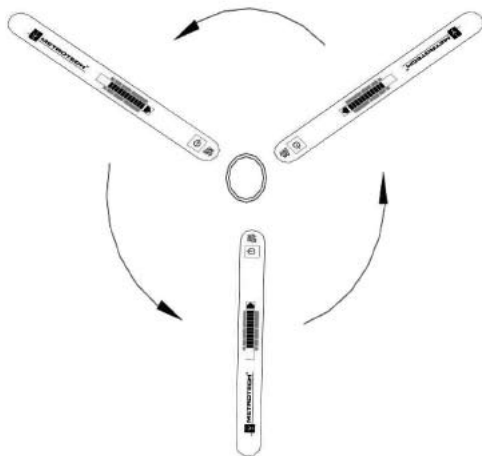

Figura 7-2: Confirmación de fallos
4. Coloque la otra púa en la tierra en el sitio del fallo, y repita el proceso. La flecha siempre debe apuntar hacia adentro, hacia el fallo. Consulte la figura 7-2.